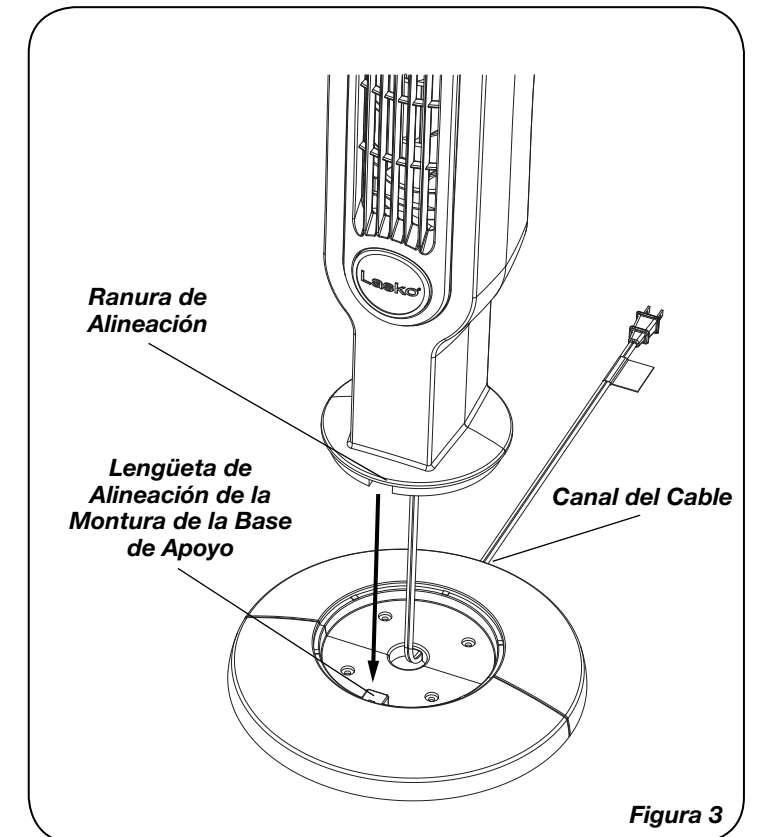

Figura 3
4. Alinee las **Lengüetas de Alineación de la Montura de la Base de Apoyo** con las ranuras de alineación en la parte inferior del ventilador, teniendo cuidado de que el canal del cable en la parte inferior de la base de apoyo debe estar apuntando hacia la parte posterior del ventilador. (*Figura 3*)